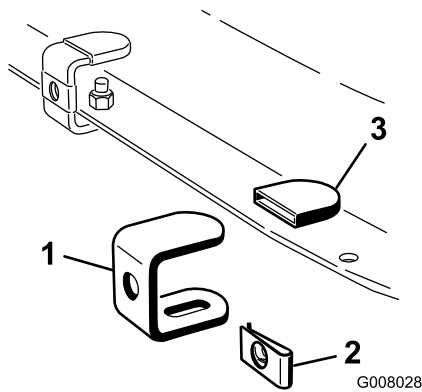

Figure 1
1. Assemblez les 5 supports comme montré à la Figure 1 au moyen de 5 jeux de capuchons en caoutchouc, écrous rapides et supports.